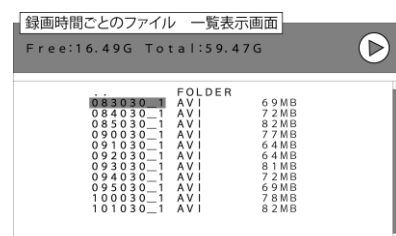

図11
- ⑤続いて、ディスプレイに“録画時間ごとのファイル”が一覧表示されます。“上/下ボタン”、“左/右ボタン”で確認したいファイルへカーソルを合わせ、“決定ボタン”で確定してください（図11参考）。
- ⑥ディスプレイに録画ファイルが映し出され、再生が始まります。
- ⑦録画ファイル再生中に“決定ボタン”を押すと、再生を一時停止することができ、再度押すと再生が再開されます。